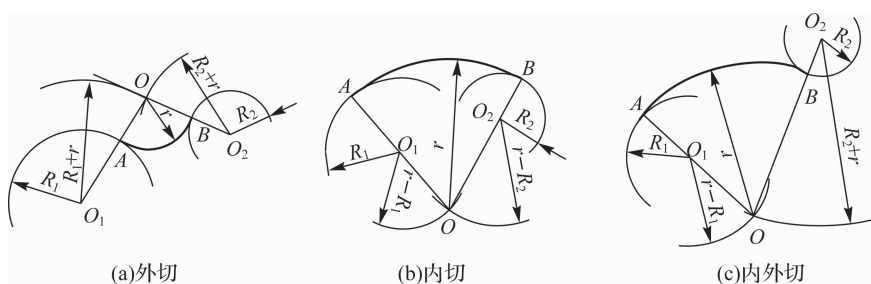

图 1-20 圆弧与已知圆弧相切画法
(2) 圆弧与已知圆弧相切画法。
① 外切圆弧如图 1-20(a) 所示, 设连接圆弧半径为  $r$ , 分别以  $O_1, O_2$  为圆心, 以  $(R_1 + r), (R_2 + r)$  为半径划两相交圆弧。其交点  $O$  就是外切连接圆弧的圆心, 各圆心的连线与已知圆弧的交点  $A, B$  即为连接切点。
② 内切圆弧如图 1-20(b) 所示, 设连接圆弧半径为  $r$ , 分别以  $O_1, O_2$  为圆心, 以  $(r - R_1), (r - R_2)$  为半径划两相交圆弧。其交点  $O$  就是外切连接圆弧的圆心, 各圆心的连线与已知圆弧的交点  $A, B$  即为连接切点。
③ 内外切圆弧如图 1-20(c) 所示。设连接圆弧半径为  $r$ , 内切部分以  $O_1$  为圆心, 以  $(r - R_1)$  为半径, 外切部分以  $O_2$  为圆心, 以  $(R_2 + r)$  为半径划两相交圆弧。其交点  $O$  就是内外切连接圆弧的圆心, 各圆心的连线与已知圆弧的交点  $A, B$  即为连接切点。